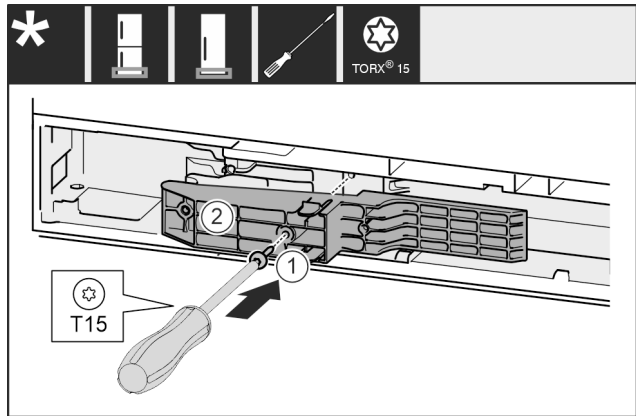

Fig. 67 *
- ▶ Inserire l'adattatore Fig. 67 (1) nel vano sul lato della maniglia.*
- ▶ Stringere la vite Fig. 67 (2) con un cacciavite.*